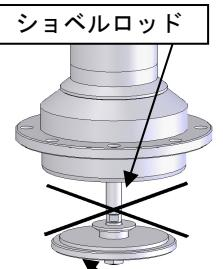

Fig.4 ショベル部分
- ポンプ取り付けの際、ポンプ下側のショベルが引っ込んでいる状態で取り付けてください。ショベル部分が飛び出した状態で取り付けると、ショベルロッドを曲げてしまい、ポンプの吸い込み不良になります。(Fig.4)
- ポンプ本体とショベルの間に手を入れないでください。急な作動により挟まれてケガをする恐れがあります。(Fig.4)